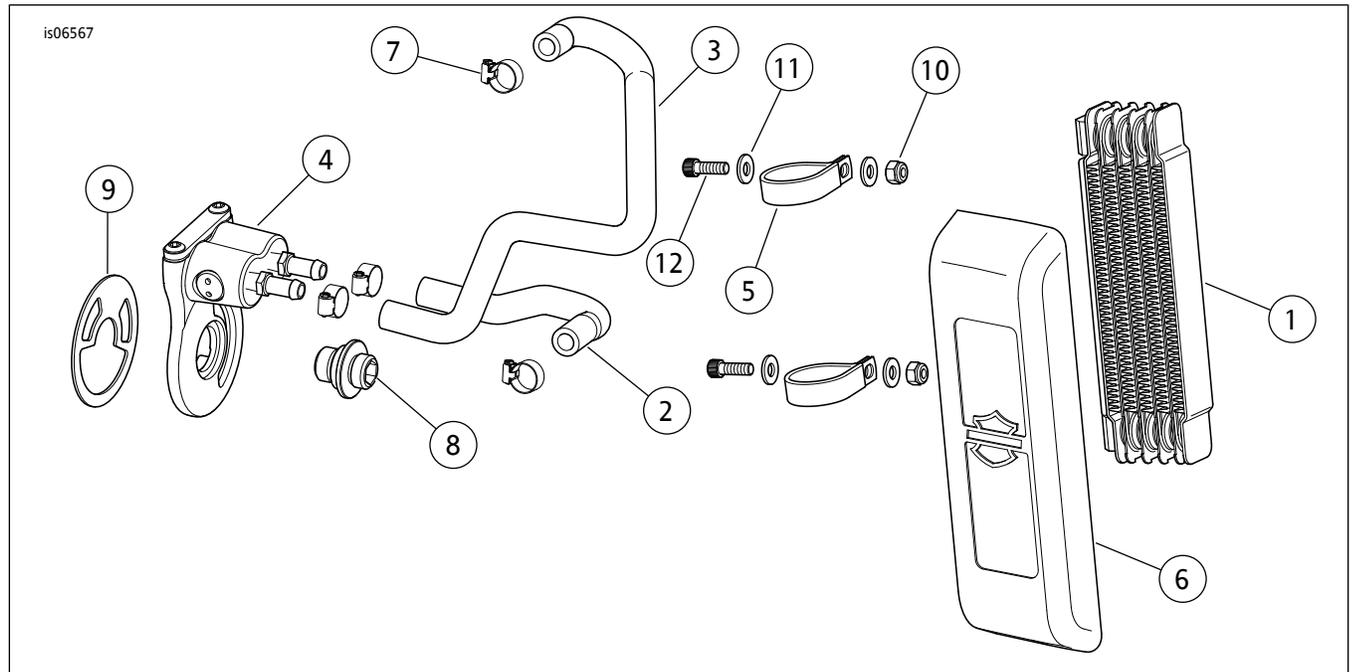

图4。维修零件：戴纳车型机油冷却器
参见图4和表1。
4. 参见图4。将上部软管(3)安装至机油冷却器倒钩。拧紧软管夹(7)至0.9 N·m (8 in-lbs)。